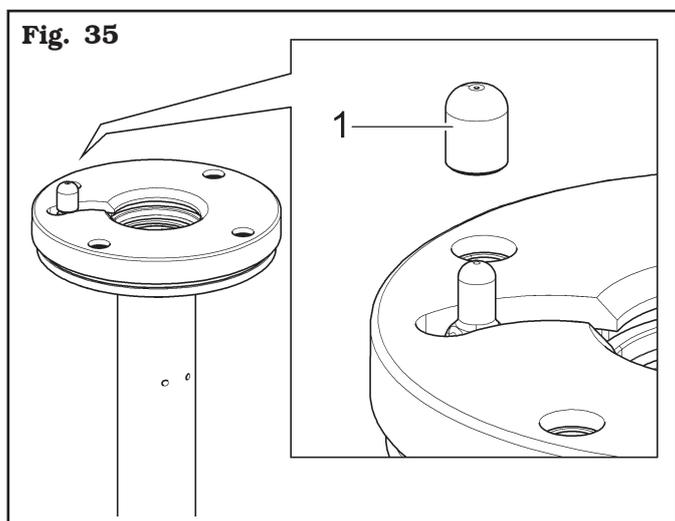

Fig. 35
7. pour les roues avec jantes en alliage utiliser la protection en plastique appropriée (Fig. 35 réf. 1) ;